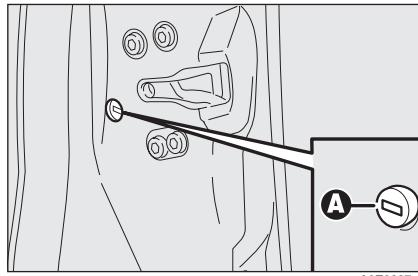

fig. 92
- introduzca la pieza metálica de la llave electrónica en el alojamiento **A**-**fig. 92**;
- quite la llave del alojamiento **A**-**fig. 92** y vuelva a poner el tapón de protección en la puerta.